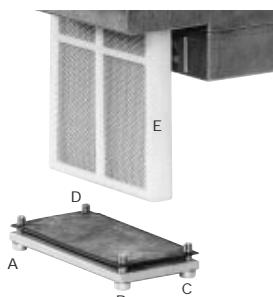

Fig. 31
- 2 Rimuovere le viti A + D (Fig. 31).
- 3 Sostituire la cartuccia del filtro E (Fig. 31).